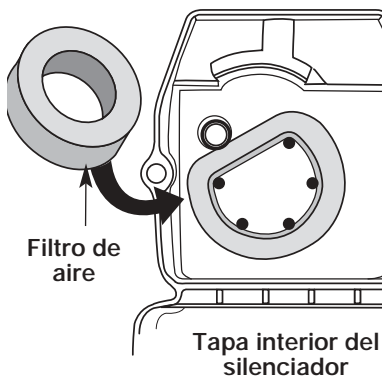

Fig. 18
- Gire la tapa y ubique el filtro de aire adentro. Saque el filtro de aire de adentro de la tapa del filtro de aire / silenciador (Fig. 18).
6. Cambie el filtro de aire dentro de la tapa del filtro de aire / silenciador (Fig. 18).